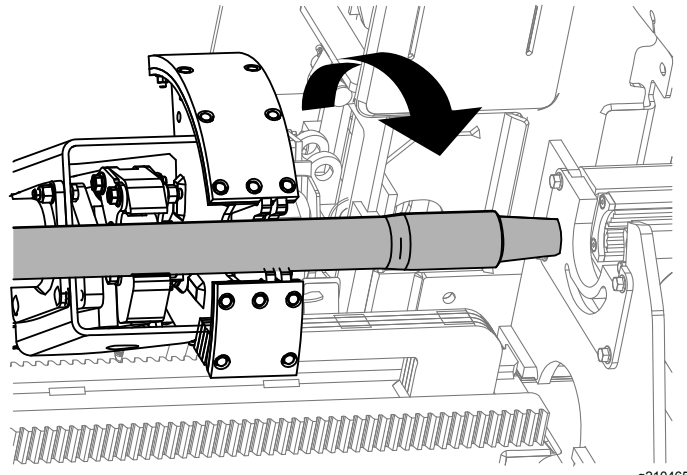
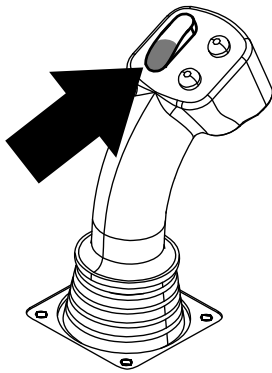

Figura 30
Figura 29
5. Mantenha premida a secção inferior do interruptor oscilador (Figura 29) até o conjunto do excêntrico rodar completamente para a frente para o suporte e os elevadores elevarem o tubo restante para a caixa de tubos (Figura 30).